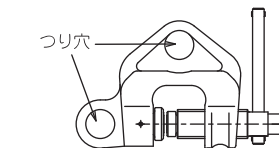

図4 つり上げ用穴（WF型）
⑦WF型はつり穴を2つ設けてあるので、何れの方にも対応できます。（図4をご参照ください）